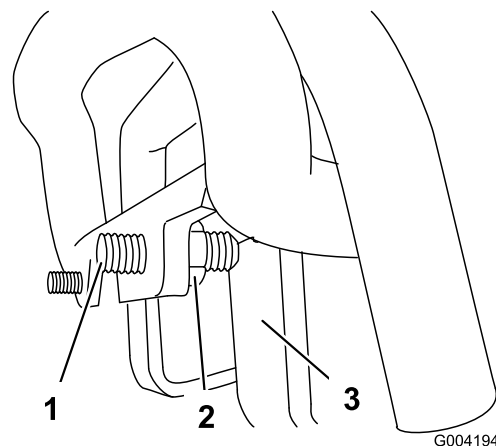

Figura 54
3. Se la macchina devia verso **sinistra**, allentate il controdado **destra** e regolate la vite di arresto sulla parte anteriore del comando della trazione (Figura 54).
4. Se la macchina devia verso **destra**, allentate il controdado **sinistro** e regolate la vite di arresto sulla parte anteriore del comando della trazione (Figura 54).